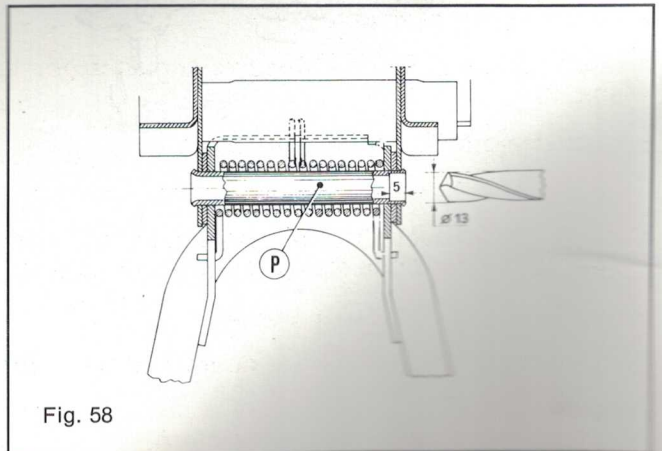

Fig. 58
**Espulsione perno di ancoraggio cavalletto (fig. 58).** Eseguire (dopo aver preventivamente smontato la marmitta) con una punta di 13 mm. la foratura di una estremità del perno «P» per una profondità di 5 mm. fino a permettere la estrazione del perno stesso.